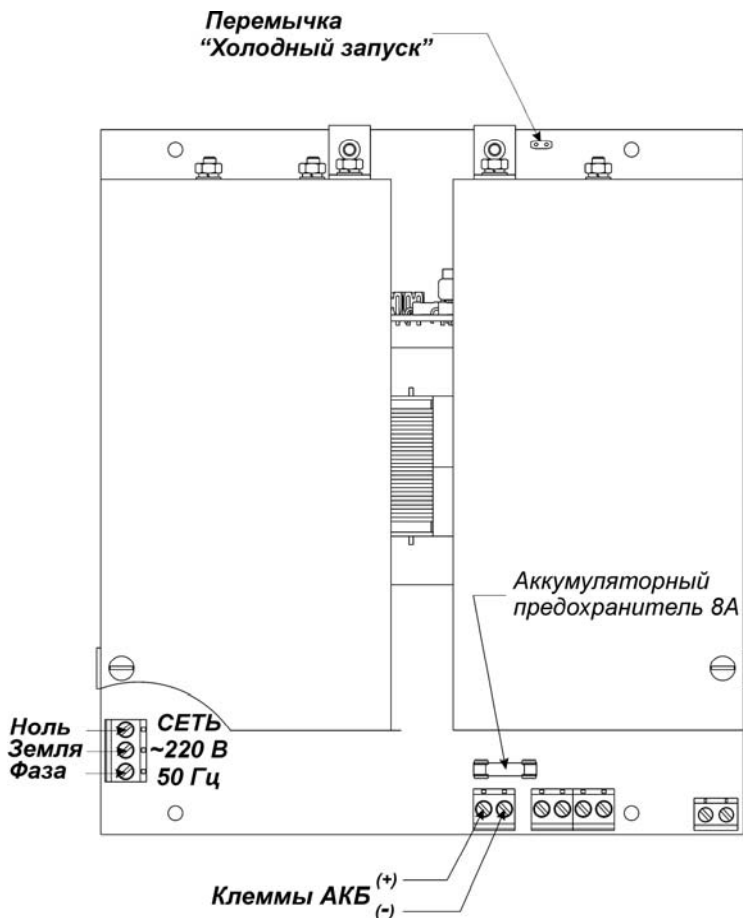

Рисунок 4
При отсутствии сетевого напряжения изделие может быть запущено в работу от батареи, при этом батарея должна быть заряжена до напряжения не менее 23В. Для этой цели в изделии установлена «ПЕРЕМЫЧКА ХОЛОДНЫЙ ЗАПУСК» см. рис.4.
- кратковременно, на 1 сек, замкнуть контакт переключки холодного запуска см. рис.4.